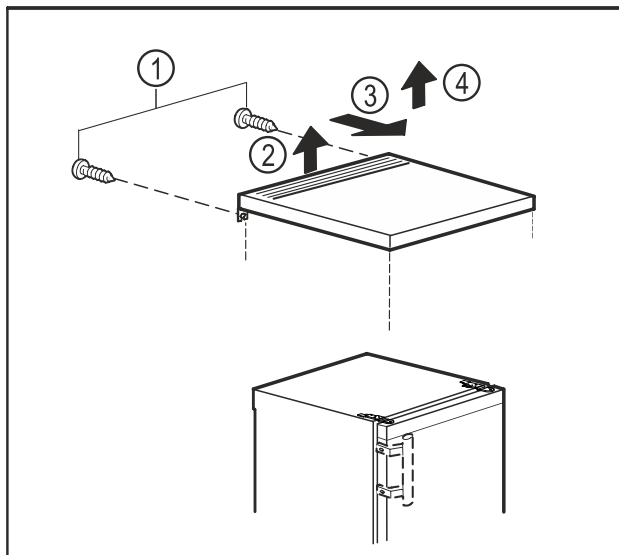

Fig. 10
- ▶ Távolítsa el a csavarokat a hátoldalon. Fig. 10 (1)
- ▶ Emelje meg az asztallap hátulját. Fig. 10 (2)
- ▶ Tolja előre az asztallapot. Fig. 10 (3)
- ▶ Felfelé vegye le az asztallapot. Fig. 10 (4)